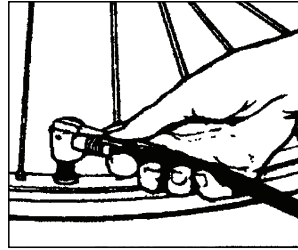

Figure 3
2. Utilisez le pouce pour fermer le connecteur rapide, veillez à ce que le loquet soit pressé aussi fermement que possible (Fig. 3).